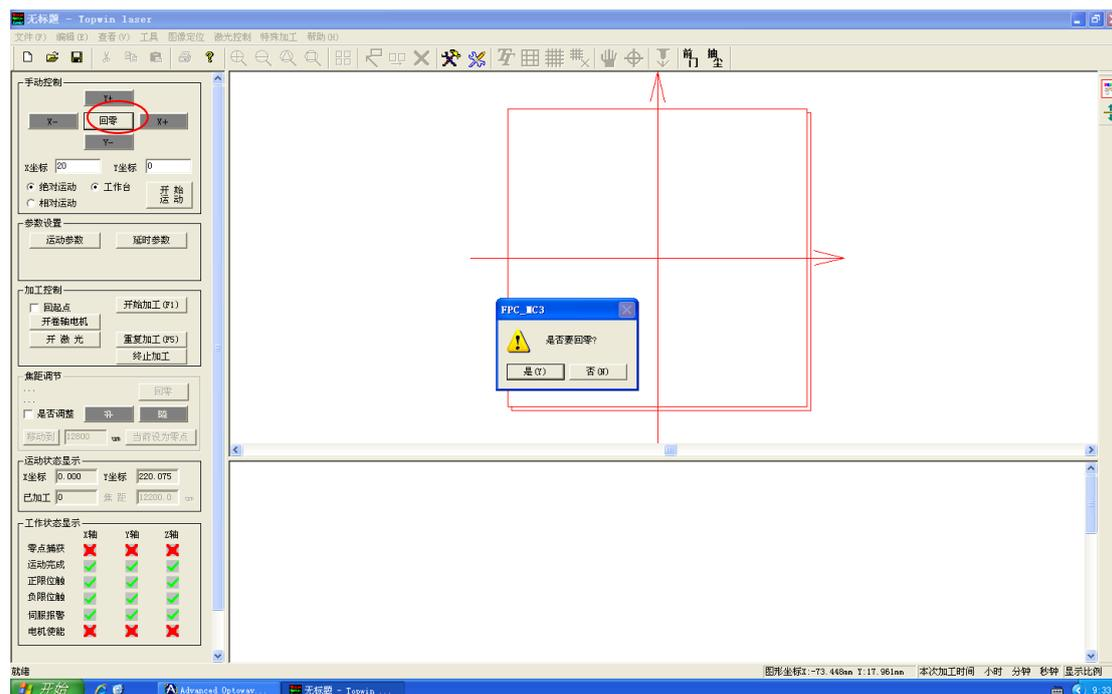

图 10-1
2. 打开软件，等待软件完成自动回零动作后装夹陶瓷棒，装夹完成之后，点击软件回零键，使工作台停留在坐标原点， $x, y (0, 0)$ ，如下图 10-1。